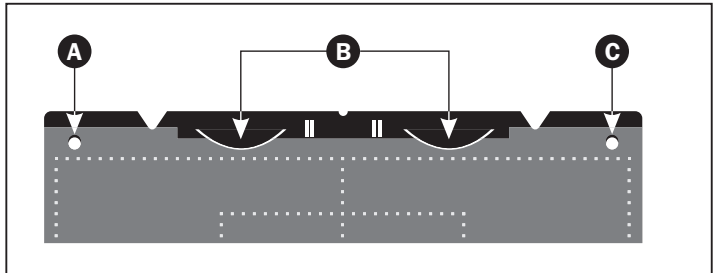

Figure 5: Partie supérieure du porte-original opaque
- Porte-original opaque: vous verrez quatre fiches métalliques (les deux supérieures sont indiquées par **A** et **C** sur la figure 5 ci-dessous); assurez-vous que la feuille en plastique transparent est entièrement appuyée sur les quatre fiches. Notez aussi les deux pattes courbes en haut du porte-original (indiquées par **B** sur la figure ci-dessous): la feuille transparente doit glisser sous les deux pattes de la façon indiquée sur la figure.